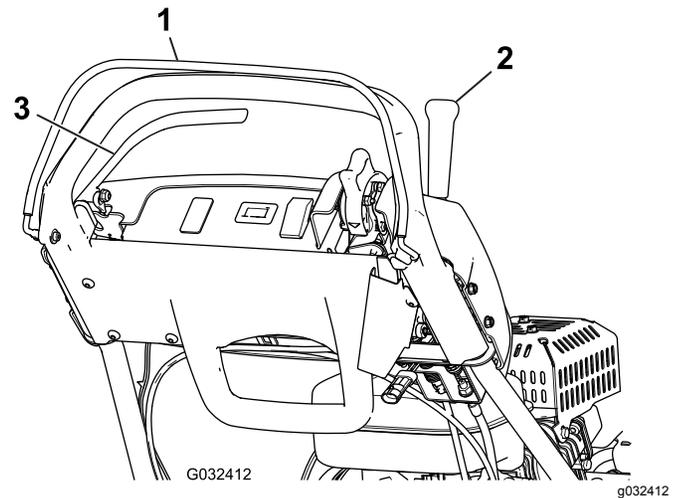

Figura 29
3. Com o CPO solto, tente acionar a alavanca de tração (Figura 29). A alavanca de tração **não deve** engatar. Se a alavanca de tração engatar, o sistema de segurança precisa de ser inspecionado. Corrija o problema antes de utilizar a máquina; consulte Manutenção do interruptor de segurança de tração \(página 34\).
4. Com o CPO carregado e a alavanca de tração acionada, solte o CPO (Figura 29). A alavanca de tração **deve** desengatar. Se a alavanca de tração não desengatar, o sistema de segurança precisa de ser inspecionado. Corrija o problema antes de utilizar a máquina; consulte Manutenção do interruptor de segurança de tração \(página 34\).
5. Com o CPO carregado e a alavanca de mudanças para a esquerda, ative a tração e a transmissão do cilindro e solte o CPO (Figura 29). A alavanca de tração **deve** desengatar. Se a alavanca de tração não desengatar, o sistema de segurança precisa de ser inspecionado. Corrija o problema antes de utilizar a máquina; consulte Manutenção do interruptor de segurança de tração \(página 34\) ou Ajustar o controlo do cilindro \(página 38\).
6. Com o CPO carregado e a alavanca de mudanças para a esquerda para ativar a tração e a transmissão do cilindro, mova a alavanca de mudanças para a direita para desativar a transmissão do cilindro (Figura 29). A unidade do cilindro **deve** desengatar. Se a transmissão do cilindro não desengatar, o sistema de segurança precisa de assistência. Corrija o problema antes de utilizar a máquina; consulte Ajustar o controlo do cilindro \(página 38\).
2. Com o CPO carregado, a alavanca de tração engatada e os controlos do motor na posição de arranque (Figura 29), tente ligar o motor. O motor **não deverá** arrancar. Se o motor arrancar, terá que inspecionar o interruptor de segurança. Corrija o problema antes de utilizar a máquina; consulte Manutenção do interruptor de segurança de tração \(página 34\).
2. Com a alavanca de tração desengatada, o travão de serviço acionado e os controlos do motor na posição de arranque (Figura 29), tente ligar o motor. O motor **deverá** arrancar. Se o motor não arrancar, o interruptor de segurança precisa de assistência. Corrija o problema antes de utilizar a máquina; consulte Manutenção do interruptor de segurança do travão \(página 35\).
3. Com o motor a trabalhar, engate o travão de serviço (não o bloqueio do travão de mão), carregue no CPO e engate a alavanca de tração (Figura 29). O motor deve trabalhar para se sobrepor ao travão, mas não desligar-se. Se o motor se desligar imediatamente, o interruptor de segurança precisa de assistência. Corrija o problema antes de utilizar a máquina; consulte Verificar o interruptor de segurança do travão \(página 23\).
4. Com o motor trabalhar, acione o bloqueio do travão de mão, carregue no CPO e acione a alavanca de tração (Figura 29). O motor **deve** desligar. Se o motor não desligar, o interruptor de segurança precisa de assistência. Corrija o problema antes de utilizar a máquina; consulte Manutenção do interruptor de segurança do travão \(página 35\).